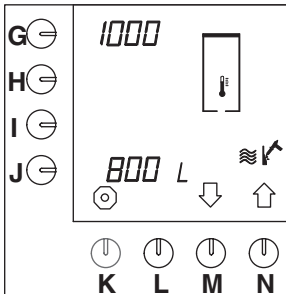

Fig. 51 Rensesignal varmtvannssystemet
- Rensesignalet for varmtvannssystemet er satt til 1000 liter for alle modeller, se verdien ved siden av valgtast (G.), fig 51 .
- Trykk på valgtasten (M.)↓ inntil fig.51 vises på displayet.